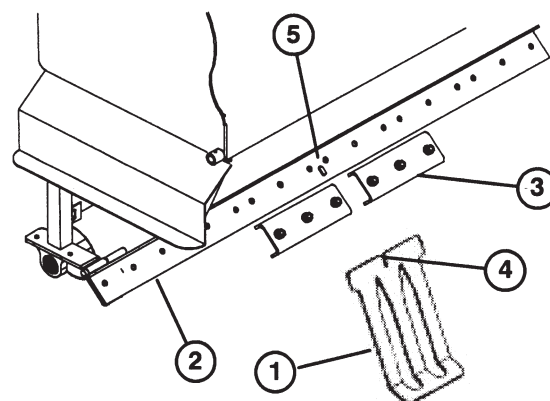

Figure 13
1. Desserrez les écrous qui retiennent les fixations des protecteurs sur la barre de montage des doigts (Fig. 13).
2. Glissez le protecteur voulu sous la fixation centrale, en enfilant l'encoche sur la clavette de positionnement située sur la barre de montage des doigts (Fig. 13).